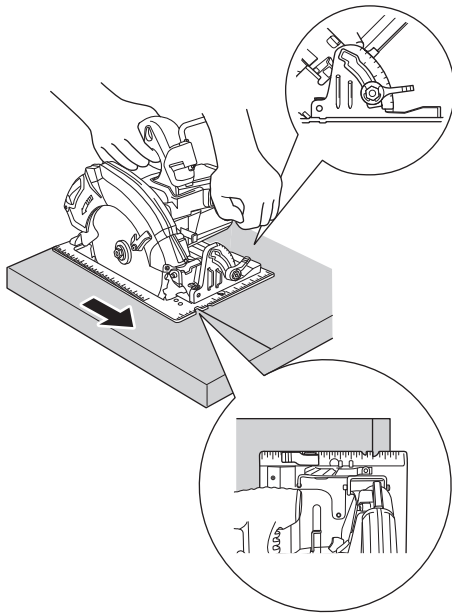

Fig. 30
- (2) Lorsque le socle n'est pas incliné, utiliser le côté droit de l'encoche (Fig. 29, Fig. 30).